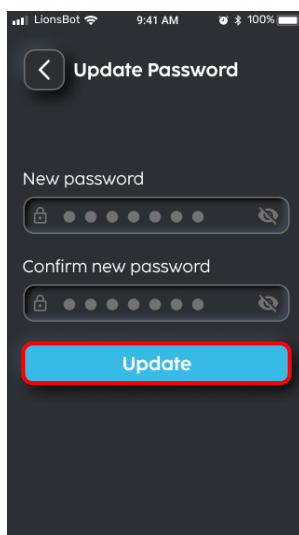

Fig. 8
6. Cliquez sur le bouton « Update (Mettre à jour) » pour mettre à jour le mot de passe (Fig. 8).